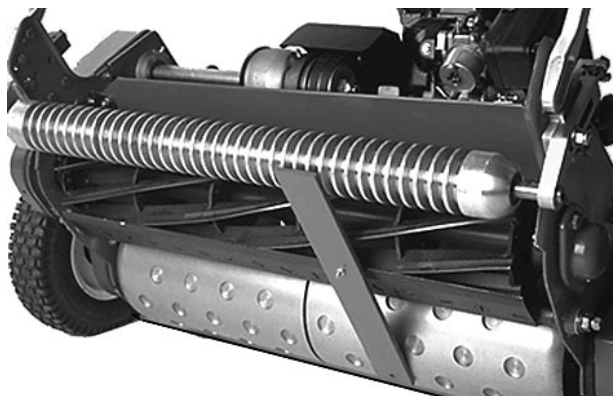

Bild 8
4. Den Schraubenkopf in die Schnittkante des Untermessers einhaken und die Rückseite der Leiste auf der hintere Rolle ablegen (Bild 8).